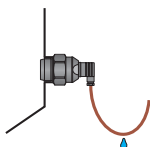

Рис. 4: Предотвращение попадания влаги в датчик
- Датчик не разрешается устанавливать в местах, подвергаемых действию прямых **солнечных лучей**, и необходимо защищать от атмосферного влияния. Если установки в местах, подвергаемых действию прямых солнечных лучей, избежать нельзя, необходимо на датчиком установить **солнцезащитный козырёк** (рис. 4).
- Кабель следует провести под кабельным выводом (с прогибом наискось вниз), как показано на рис. 4. Это предотвратит возможное **попадание влаги** в датчик. Такое положение обеспечивает свободный сток дождевой воды и образующегося конденсата.